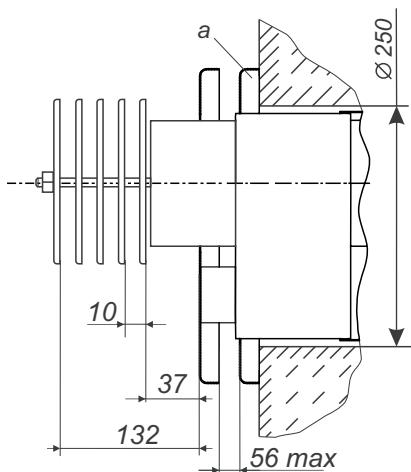

Рис. 3. Установка дисков дымовоздушного блока для изделий мощностью 10-15 кВт.
1 - входной патрубок подвода воды во второй контур; 2 - газовый клапан; 3 - термомодулятор; 4 - стаканчик для установки баллона Терморегулятора и термомодулятора; 5 - датчик перегрева; 6 - выходной патрубок второго контура; 7 - патрубок подключения газа; 8 - дымоходный блок (подробнее рис. 3, 5, 5а); 9 - патрубок отвода воды в систему отопления; 10 - место установки ГЭН в комплектацию котла не входит; 11 - патрубок подачи воды из системы отопления; 12 - смотровое окно; 13 - запальная горелка; 14 - основная горелка
6.3.1. В наружной стене здания, согласно рис. 2, пробить горизонтальный канал диаметром 190 мм для изделий мощностью 5-7 кВт или 250 мм для изделий мощностью 10-15 кВт (рис. 3, 5). При этом необходимо учитывать, что для обеспечения установки и снятия котла, а также для снятия и установки газогорелочного устройства перед фронтом котла на расстоянии **не менее 1 м от стены** не должно быть никаких строительных элементов или стационарно установленного оборудования.
Для изделий мощностью 10-15 кВт на выступающий газоход наружный установить набор дисков, закрепить диск "а" к наружной стене и отрегулировать их (рис.3).